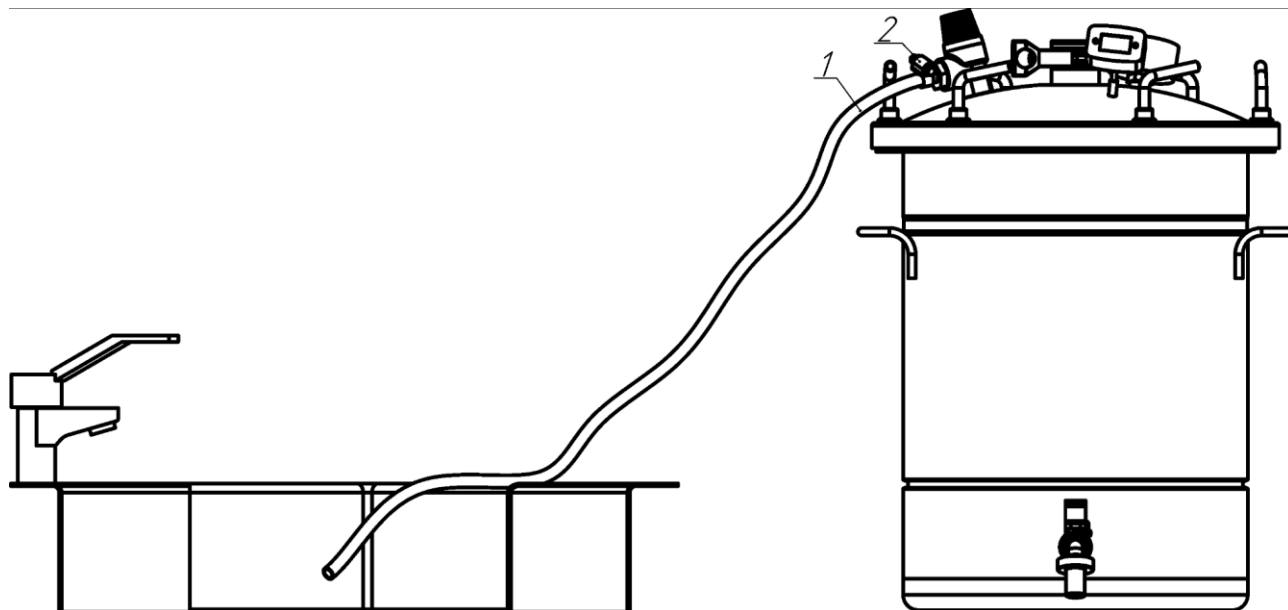

Рисунок 2 — Установка шланга для для выхода избыточного давления (горячего пара) из автоклава.
- если используется ТЭН (18), установить его в автоклав, вставив в отверстие и закрепив хомутом (20). При использовании внешнего источника нагрева (от плиты) надо установить заглушку (23), также закрепив её хомутом (20);
- установить фальш-дно (17) внутрь бака автоклава, над ТЭНом (18);
- установить в верхнюю часть бака силиконовую прокладку (6);
- накрыть автоклав крышкой (5) и плотно зафиксировать её с помощью винтов (16) (6 шт.);
- на штуцере «ёлочка» (11) клапана сброса избыточного давления (10) с помощью хомута зафиксировать шланг;
- с помощью шланга соединить штуцер (11) с термостойкой емкостью (кухонная раковина, иные металлические ёмкости, термостойкий пластик и т.п.) (Рисунок 2).